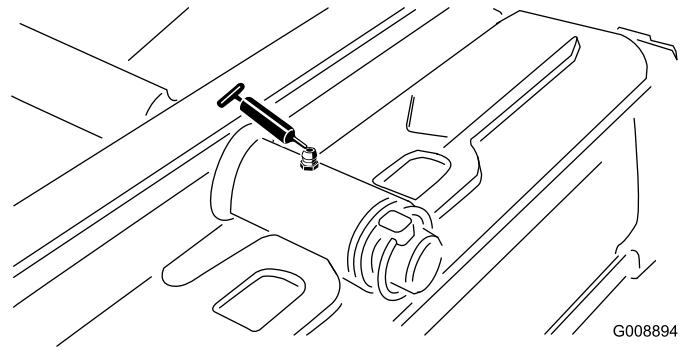

Bild 57
- Drehbüchsen am Heckmähwerk (Bild 57)